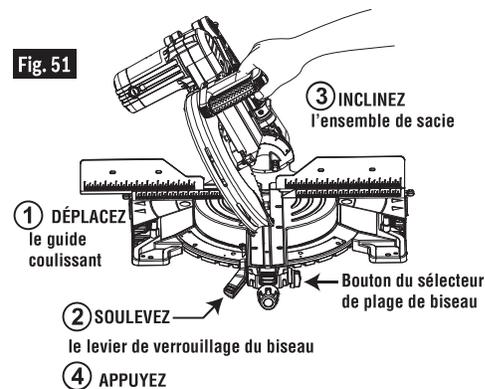

Fig. 51
1. Déplacez le guide coulissant de gauche vers l'extérieur afin de le dégager du champ de l'ensemble de scie et verrouillez à nouveau (Figure 51).
1. Déplacez le guide coulissant de droite vers l'extérieur afin de dégager du champ de l'ensemble de scie et verrouillez à nouveau (Figure 51).
1. Déplacez les guides coulissants de gauche et de droite vers l'extérieur afin de les dégager du champ de l'ensemble de scie et verrouillez à nouveau (Figure 51).